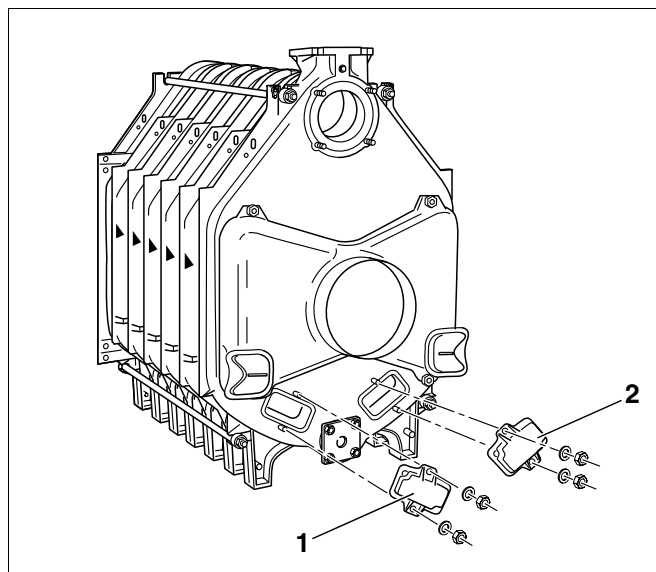

Рис. 30 Установка крышек люков для чистки
- Установить крышки, используя подкладные шайбы и гайки (рис. 30, поз. 1 и 2).